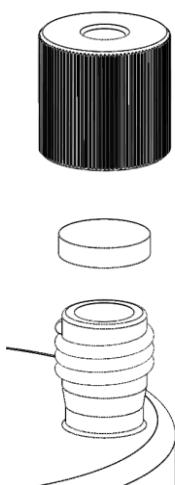

Рисунок 30
5. Смазать нижний шлиф трубы осушителя небольшим количеством герметизирующей смазки и вставить трубку в отверстие генераторного электрода (2).
6. Отвернуть крышку порта ввода пробы (5) и положить на торец резьбового соединения на корпусе сосуда сменную мембрану для прокалывания (септу) и снова завернуть крышку (Рисунок 30).
8. Смазать шлиф генераторного электрода с диафрагмой (2) небольшим количеством герметизирующей смазки. Вставить генераторный электрод в отверстие центрального шлифа сосуда для титрования.
Септа изготовлена из эластичного материала, обеспечивающего герметичность ячейки в процессе эксплуатации. Рекомендуется заменять септу не реже чем через 100 проколов. Для замены септы необходимо отвернуть крышку порта ввода пробы (5), извлечь отработанную сменную мембрану для прокалывания (септу), положить на торец резьбового соединения на корпусе сосуда новую сменную мембрану и снова завернуть крышку (Рисунок 30).